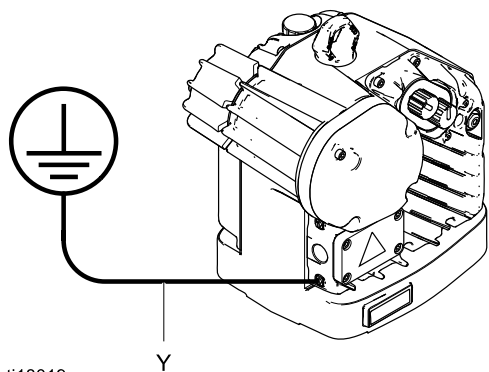

Figure 5 Fio terra
2. Fixe o fio de aterramento. Consulte a Fig. 5. Desaperte o parafuso de aterramento e fixe o fio de aterramento (Y, Graco peça 222011, não fornecido). Aperte o parafuso de aterramento de forma segura. Conecte o outro lado do cabo terra a um terra real.